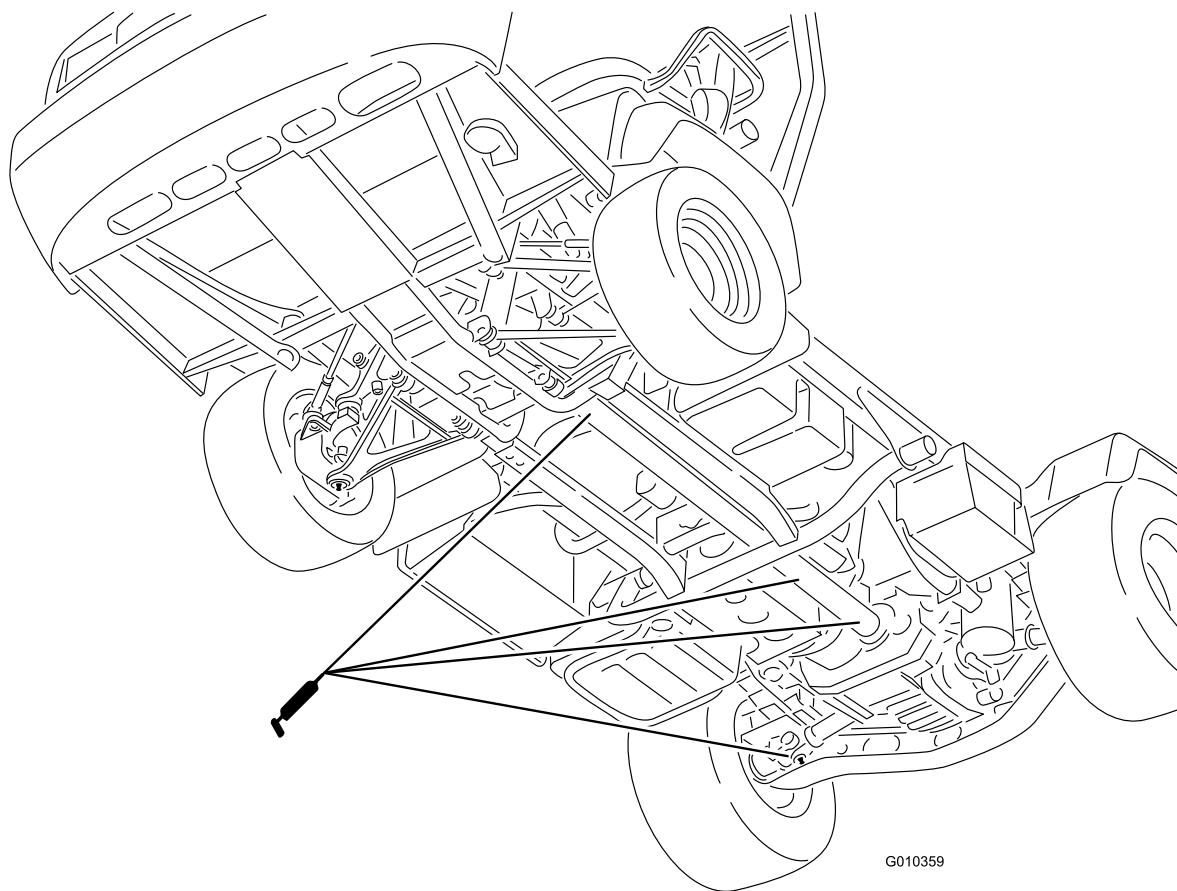

Figure 41
- Joint de cardan (18) et arbre de transmission aux 4 roues motrices (3) (Figure 41)